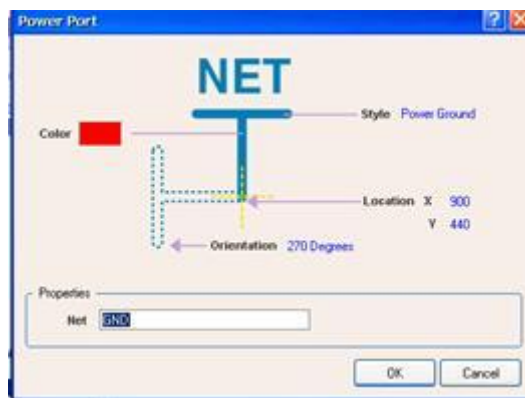
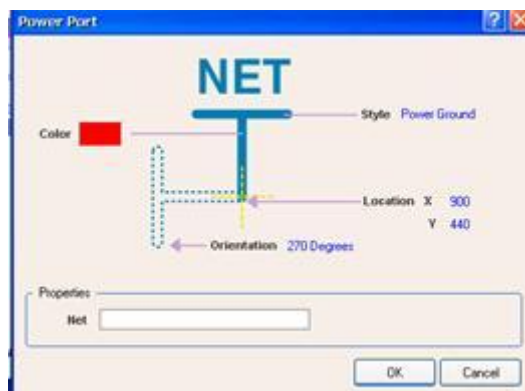

图 2-23 采用系统默认设置的电源属性对话框
图 2-24 设置 Power Ground 为空的电源属性对话框
- Power Ground：表示电源地。系统默认值为 GND。在原理图上放置电源和接地符号后，打开电源和接地属性对话框，如图 2-23 所示。如果此处设置为空，那么在原理图上放置电源和接地符号后，打开电源和接地属性对话框，如图 2-24 所示。注意在 Net 栏的名称区别。